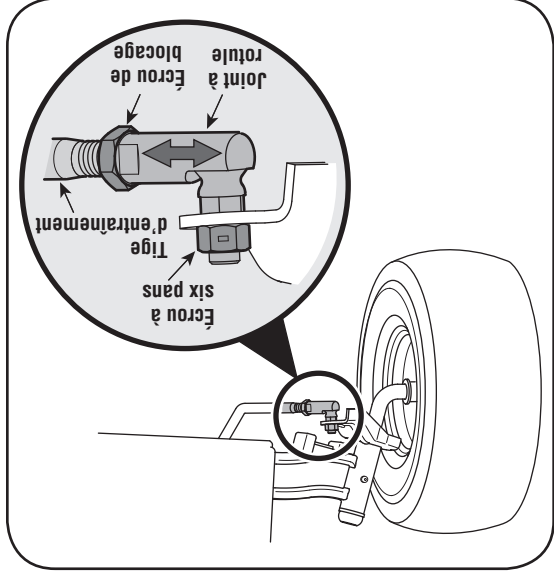

Figure 5-3
1. Desserrez l'écrou de blocage de la tige d'entraînement sur l'arrière du joint à rotule. Voir la Figure 5-3.
2. Enlevez l'écrou hex. sur le dessus du joint à rotule. Voir la Figure 5-3.